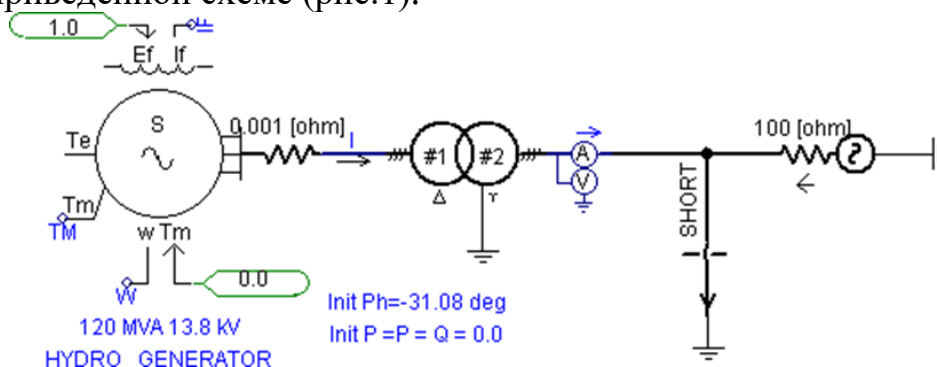

Рисунок 1 - Схема
1. Произвести имитационное моделирование КЗ синхронной машины, согласно приведенной схеме (рис.1).